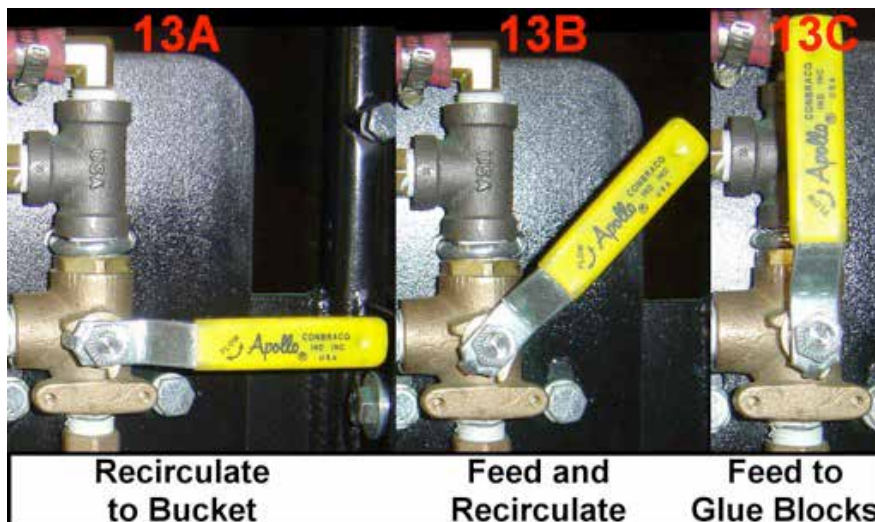

Figure 13 Fonctionnement du dispositif de collage
2. Comme le montre la Figure 13, la colle peut:
4. Tourner la vanne de contrôle de la colle en position 13A (Figure 13) afin de recirculer la colle dans le seau.
7. Tourner la vanne de contrôle de la colle en position 13C (Figure 13) pour alimenter les blocs de collage. Appliquer la colle à environ 90° de la lame de compression. Débrayer le système d'entraînement. Si les systèmes de collage et d'entraînement fonctionnent bien, une goutte de lubrifiant sera présente sur les lames de compression. Régler le débit à l'aide du robinet-vanne (15B).